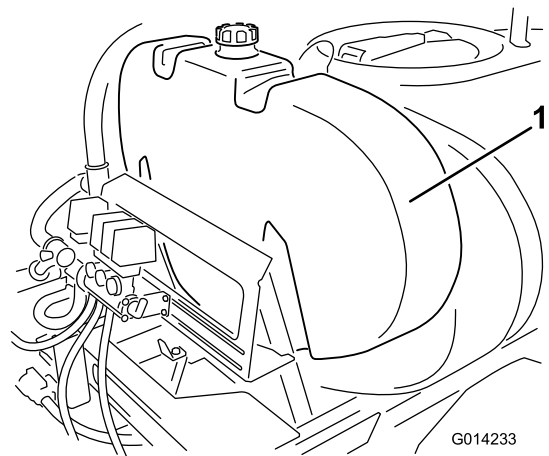

Bild 9
1. Bauen Sie den Spülbehälter, wie in (Bild 9) dargestellt, ein.